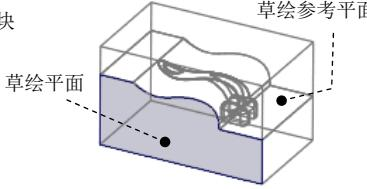

图 6.15 定义草绘平面
(1) 单击 编辑模具体积块 操控板 形状 ▶ 区域中的 拉伸 按钮，此时系统弹出“拉伸”操控板。
(2) 定义草绘截面放置属性。右击，从系统弹出的菜单中选择 定义内部草绘... 命令；在系统 选择一个平面或曲面以定义草绘平面 的提示下，选取图 6.15 所示的坯料表面为草绘平面，选取图 6.15 所示的坯料表面为参考平面，方向为 右；单击 草绘 按钮，至此系统进入截面草绘环境。